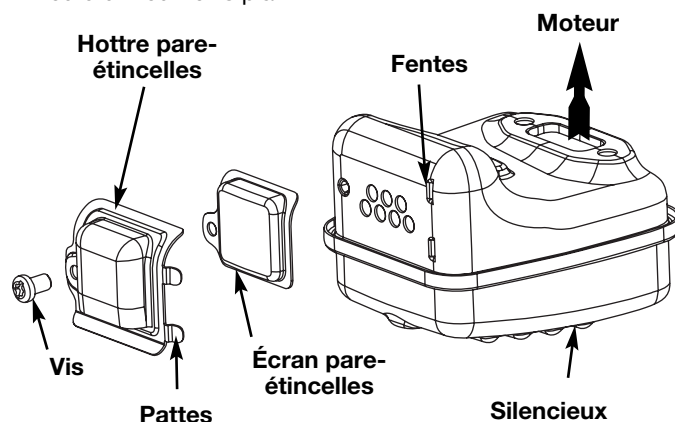

Fig. 29
2. Situez le pot d'échappement sans le retirer. Trouvez le vis sur la partie inférieure du pot d'échappement (Fig. 29). Retirez le vis en vous servant soit d'un tournevis torx #20 ou d'un tournevis plat.